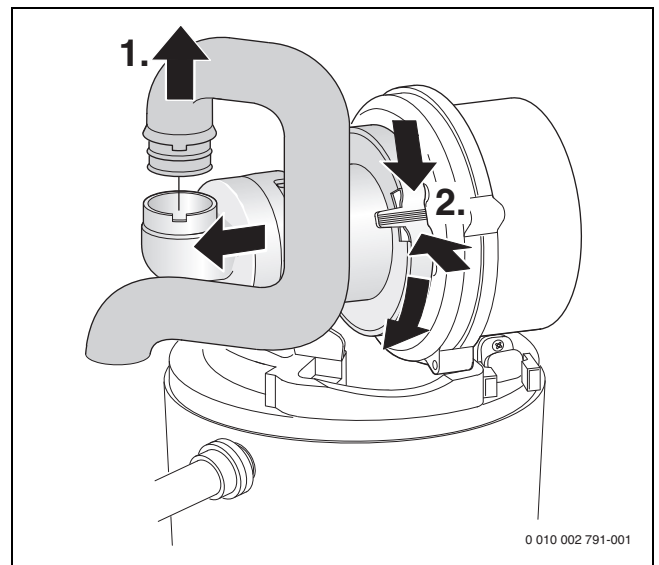

Fig. 55 Smontaggio del tubo di aspirazione e del miscelatore
- ▶ Smontare il dispositivo di miscelazione (→ fig. 55).